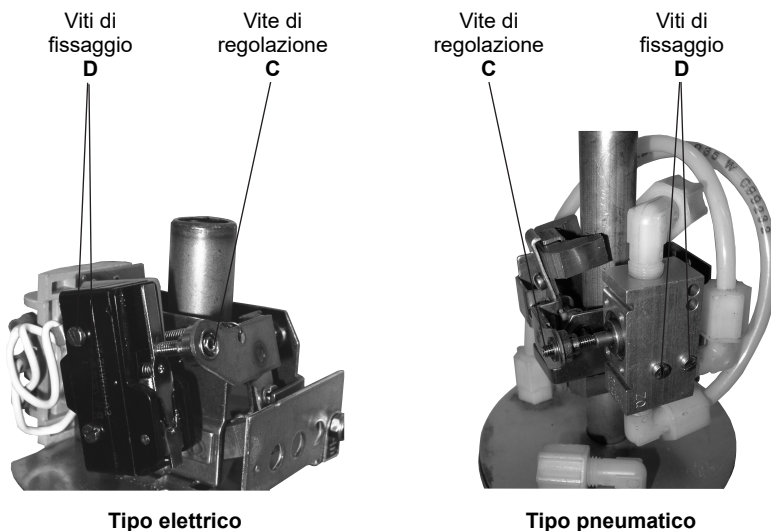

Fig. 2 - Interruttori elettrico e pneumatico
- 2 - Togliere le 2 viti di fissaggio "D" (vedi Fig. 2 tipo elettrico) e rimuovere l'interruttore.
- 4 - Muovere manualmente il braccio porta-magnete assicurandosi che l'interruttore sia adeguatamente azionato cioè apra e chiuda regolarmente; agire se necessario sulla vite "C", vedere Fig. 2 tipo elettrico.
- 2 - Togliere le 2 viti di fissaggio "D" (Fig. 2 tipo pneumatico) e rimuovere la valvola.
- 4 - Muovere manualmente il braccio porta-magnete assicurandosi che l'interruttore sia adeguatamente azionato cioè apra e chiuda regolarmente; agire se necessario sulla vite "C", vedere Fig. 2 tipo pneumatico.